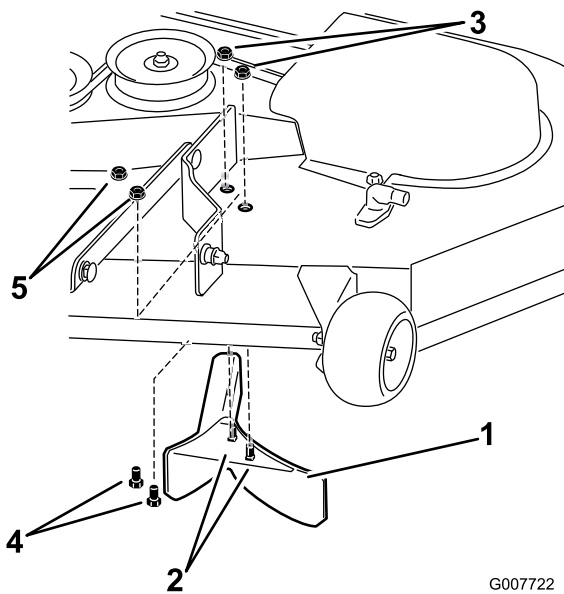

Figura 25
- Retire las dos contratuercas que sujetan el deflector de mulching izquierdo a la plataforma del cortacésped (Figura 25). Baje el deflector de mulching para separarlo de la plataforma, y retírelo.
2. Instale los dos pernos (5/16 x 5/8 pulgada) y las dos contratuercas (5/16 pulgada), retenidas para su reutilización en los taladros que han quedado abiertos en la plataforma tras la retirada del deflector de mulching izquierdo (Figura 25).